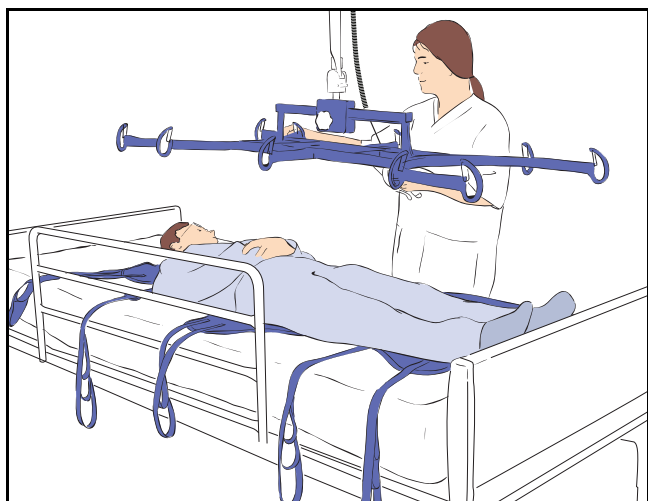

Fig. 12
- 3) Com o suporte de maca numa posição tão elevada quanto possível, mova o elevador até o suporte estar diretamente sobre o paciente (consulte a Fig. 12).